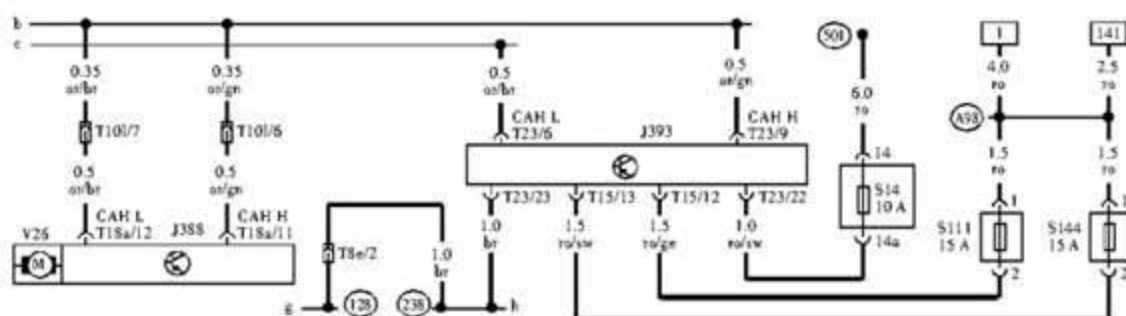

图1 舒适系统供电电路图
- 1). 从故障诊断仪无法进入舒适系统来判断, 初步怀疑舒适系统控制单元损坏, 或舒适系统控制单元的电源线和接地线存在故障。从电路图上可以看出(图 1)熔丝 S14 为舒适系统控制单元 J393 提供 30 号电, 检查熔丝 S14 没有熔断, 熔丝 S111 和 S144(位于附加继电器支架上方)也为舒适系统控制单元 J393 提供电源, 检查发现也都没有熔断。拔下舒适系统控制单元的 2 个插头 T23 和 T15, 测量 T23/22 脚、T15/12 脚以及 T15/13 均为蓄电池电压(T23/22 由熔丝 S14 供电, T15/12 由熔丝 S111 供电, T15/13 由熔丝 S144 供电), T23/23 脚为接地, 对地电阻为 0.9 Ω。在此需要提醒维修人员注意, 如果拔下熔丝 S14, 舒适系统无法进入, 仪表上的车门未关提示灯常亮, 遥控器功能失效, 各车门玻璃升降器无法动作, 左右前车门的门灯不亮。